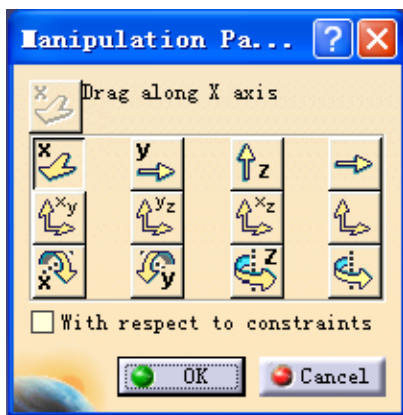
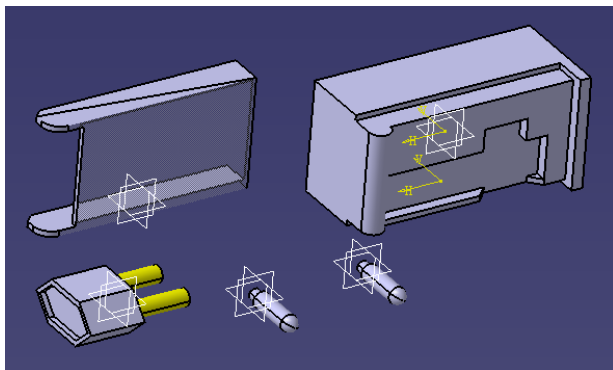

图 5-4
图 5-5
□ 调整位置的命令 。点击该键时，出现如下对话框（见图 5-4），调整各零件的位置，如图 5-5。